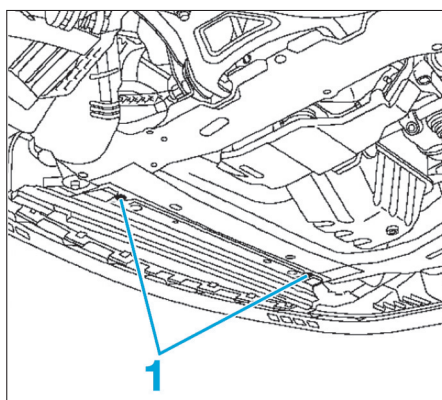

Fig. 1
- les vis de fixation inférieure (1) (Fig.1),